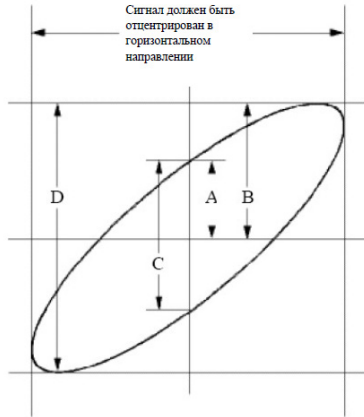

Рисунок 9-6 График Лиссажу
9. С помощью метода эллиптической осциллограммы наблюдают и вычисляют разность фаз (см. рис. 9-6).